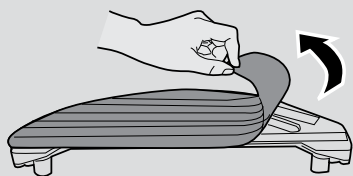

Fig. 13
1. Retire la mopa de la parte inferior del tanque de agua. [Fig. 13]